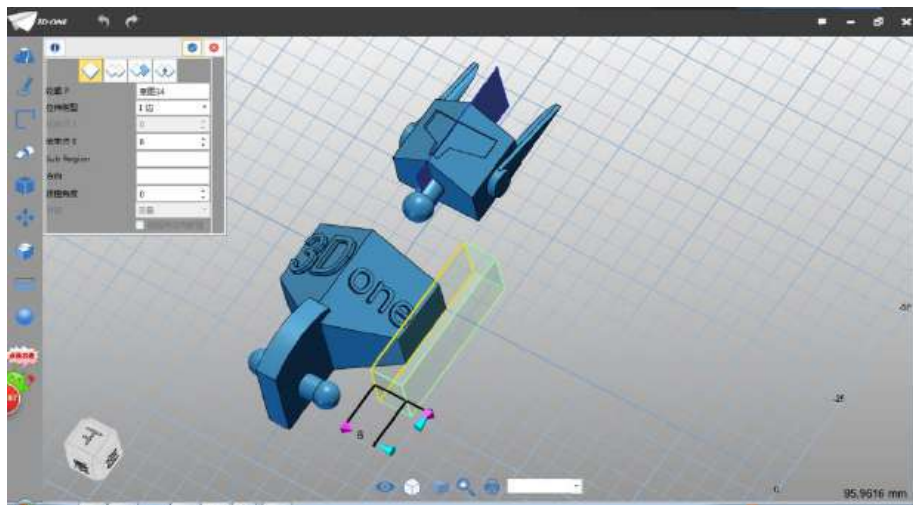

图 3-3
Step 3 选择拉伸命令，选择绘制的草图轮廓，拉伸类型选择 1 边，结束点设为 8，布尔运算设为基体，如下图 3-3 所示：